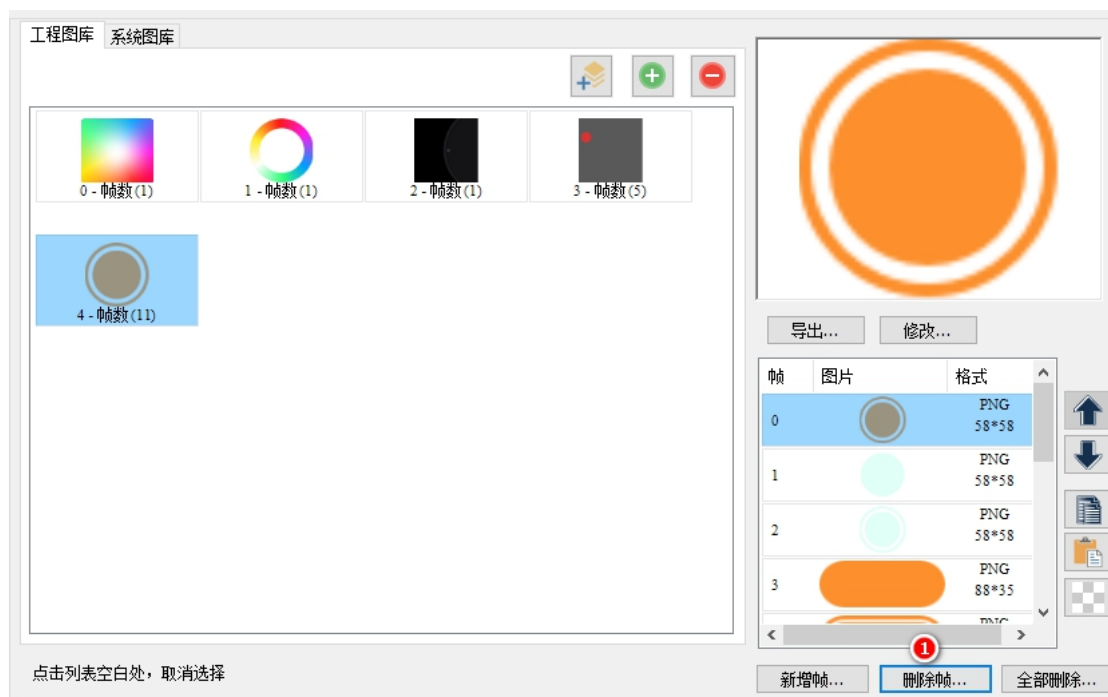

图 10-10 选中图标
- 删除指定帧：如图标 4 第 0 帧，点击①，执行删除该帧操作，如图 10-10 所示；